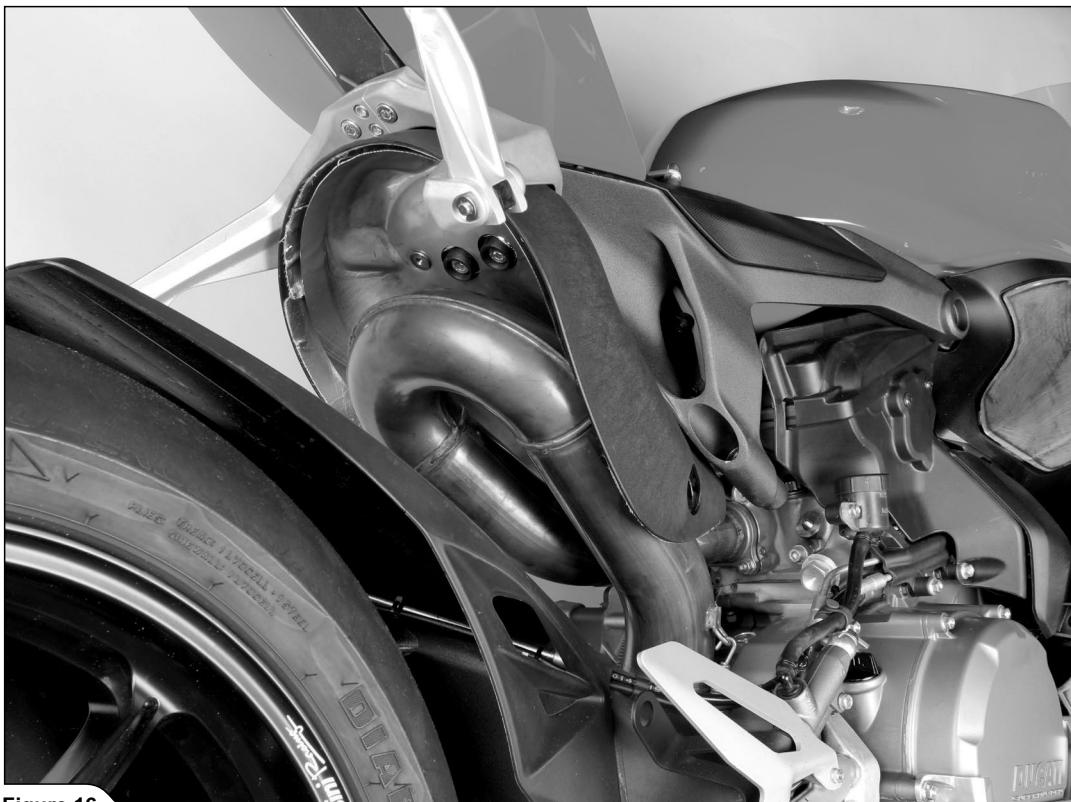

Figure 16
12. Déposer en partie et avec soin l'extrémité arrière du motocycle comme indiqué et la fixer dans cette position (Figure 16).
12. Den Heckteile des Motorrad wie angegeben teilweise und mit Sorgfalt verschieben und in dieser Position befestigen (Figure 16).